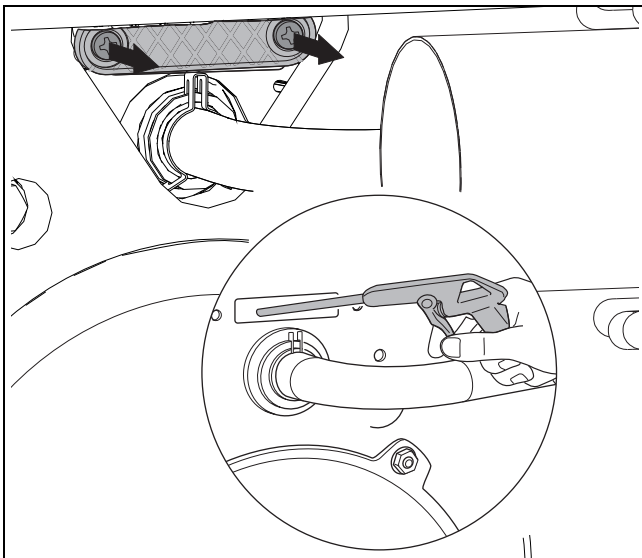

Bild 81 Wärmetauscher mit Sprühlanze reinigen
- ▶ Lose Partikel mit Wasser (z. B. Sprühlanze) aus dem Feuerraum und dem Abgasmantel spülen (→ Bild 81).